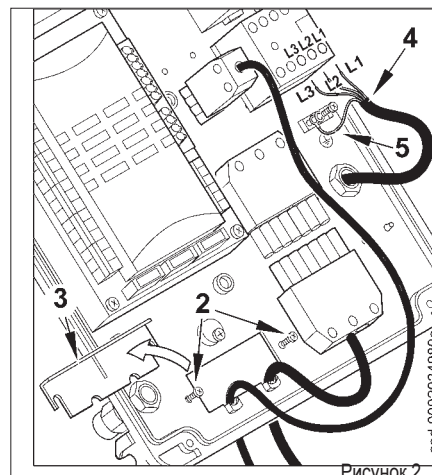

Рисунок 2
- 1) Отвинтите 4 винта (1), как показано на рисунке 1, чтобы снять крышку, не снимая прозрачную дверку. Таким образом, можно иметь доступ к электрической панели горелки.
- 2) Ослабьте винты (2), а после снятия пластинки кабельного зажима (3) пропустите через отверстие два разъема 7- и 4-штырьковый (см. рис. 2). Подсоедините питающие кабели (4) к дистанционному выключателю, закрепите провод заземления (5), а после этого затяните гермоввод.